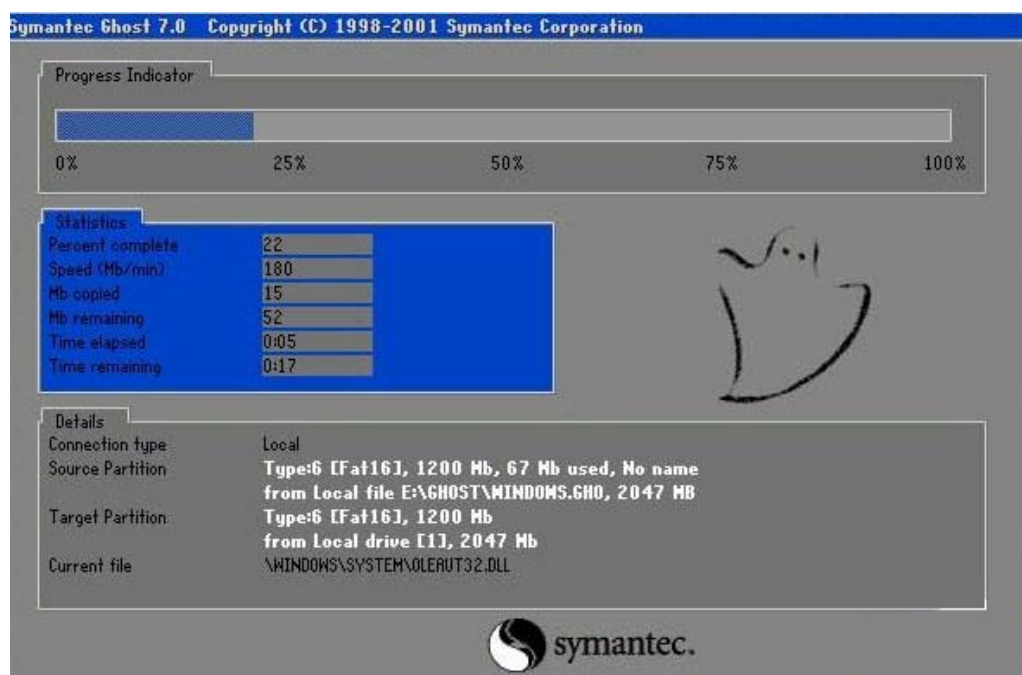

图 2-11 系统安装进程界面
11) 选择“YES”，进入系统安装界面（如图 2-11 所示）。